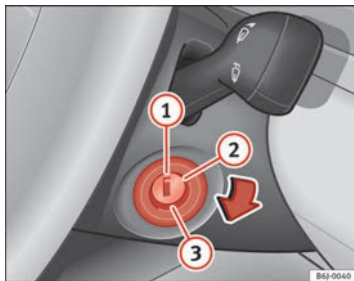

Fig. 107 Posizioni della chiave d'accensione
In questa posizione ⇒ **fig. 107** sia il motore che il quadro sono spenti e si può inserire il bloccasterzo.
- Girare la chiave fino alla posizione ⇒ fig. 107 ②. La spia  si accenderà nel caso di preincandescenza del motore.
- Quando la spia si spegne, mettere in moto girando la chiave nella posizione ③, senza dare gas.
- Girare la chiave fino alla posizione ⇒ fig. 107 ①.